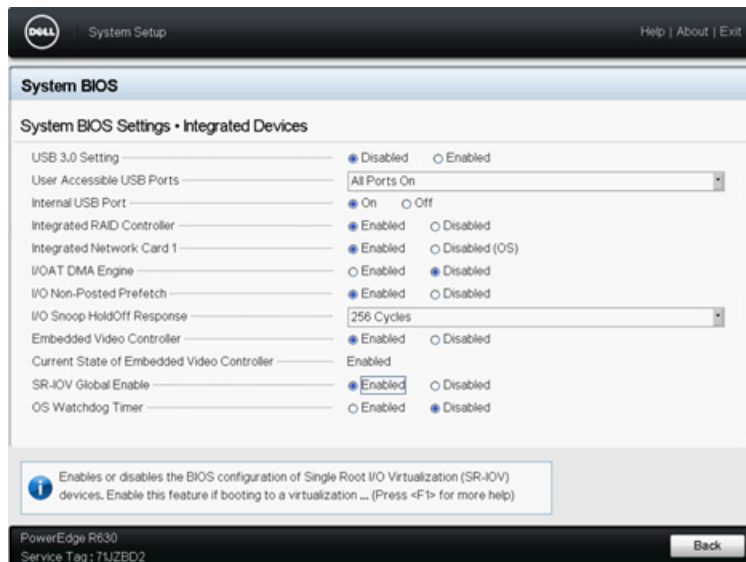

Ilustración 12-1. System Setup for SR-IOV: Integrated Devices (Configuración del sistema para SR-IOV: Dispositivos integrados)
3. En la página Integrated Devices (Dispositivos integrados) (Ilustración 12-1):
3. En la página Integrated Devices (Dispositivos integrados) (véase la Ilustración 12-1 en la página 238):